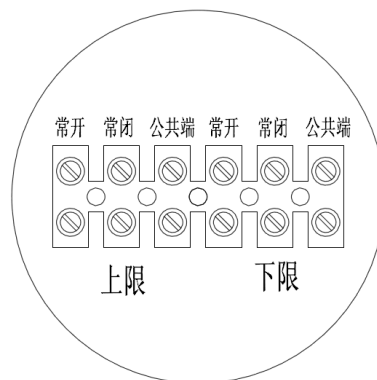

图 6 电气接线
2. 按接线图接线（见图6），用于高位或低位报警，接常开-公共端；用于联锁启泵，根据进液或排液要求的不同连接相应的端子。